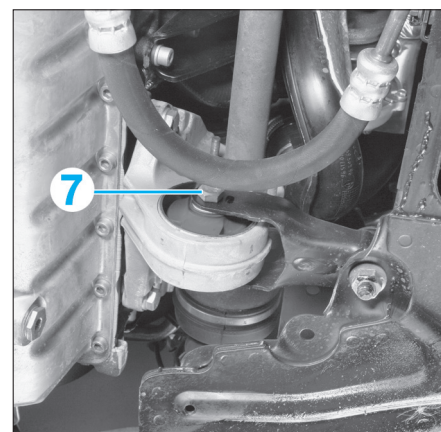

FIG. 11
- Déposer la vis (7) de la biellette anticouple (Fig.11).